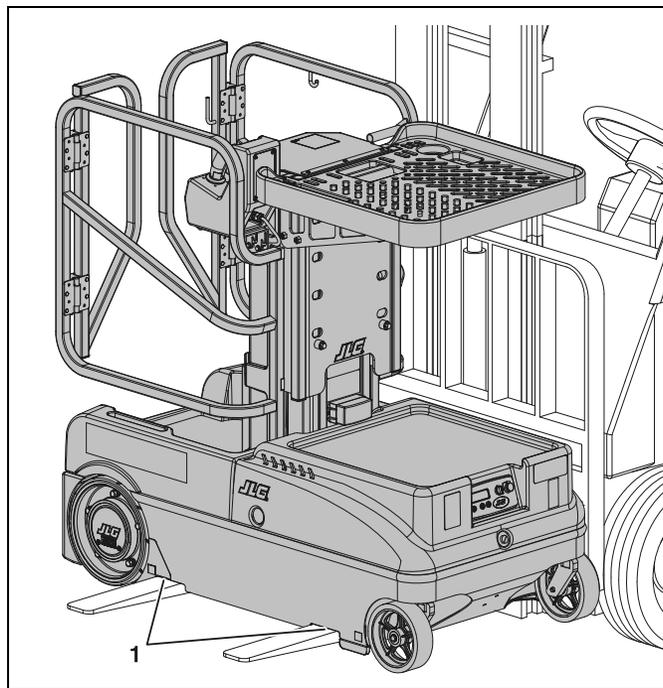

Figura 3-11. Rientranze per il carrello elevatore a forche.
- Spostandola con un carrello a forche, usando le apposite rientranze situate nel telaio di base. (vedi Figura 3-11.).